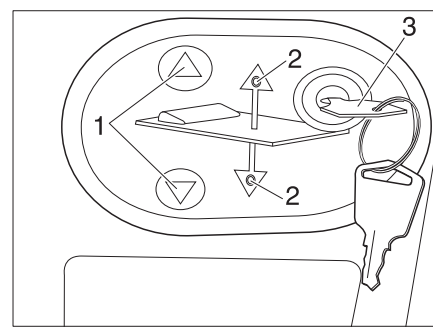

Fig. 131 Panneau de commande pour le lit escamotable électrique
- Insérer la clé (Fig. 131,3) dans le panneau de commande.
- Appuyer sur la touche  ou  (Fig. 131,1) et la maintenir enfoncée. La DEL (Fig. 131,2) respective s'allume et le lit escamotable s'abaisse ou se lève.
- Lorsque la position désirée est atteinte, relâcher la touche  ou  (Fig. 131,1). La DEL (Fig. 131,2) respective s'éteint.
- Retirer la clé (Fig. 131,3).